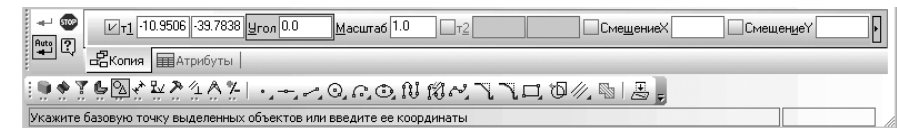

Рис. 8.32. Панель свойств: Копирование, Компактная панель и строка сообщений
- щелкните во всплывающем меню по пункту **Указанием**. Появится в нижней части экрана соответствующая **Панель свойств: Копирование**, облегчающая выполнение процесса копирования **Указанием** (рис. 8.32).